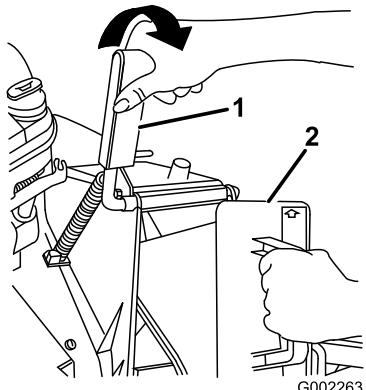

Figure 5
- Ouvrez le volet d'éjection en tirant sur la poignée et en la reculant (Figure 5). Maintenez la poignée en position d'ouverture pour empêcher le ressort de refermer le volet pendant l'insertion de l'obturateur.
- L'obturateur étant légèrement plus large que l'ouverture de l'éjecteur, tournez-le légèrement dans le sens horaire lors de l'insertion (Figure 5).